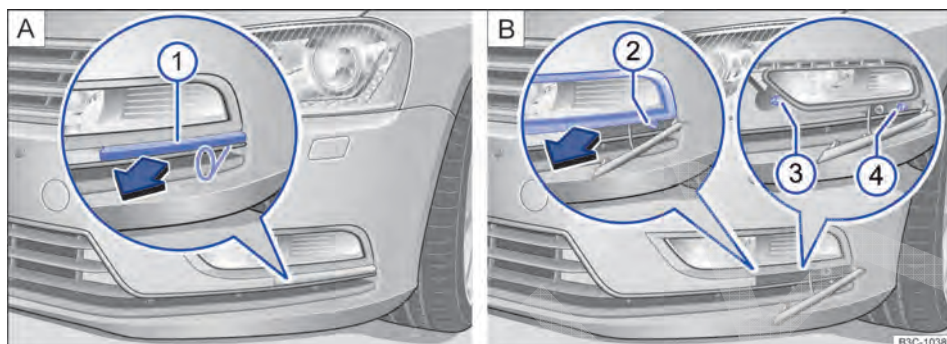

Fig. 251 No para-choque dianteiro à esquerda: lanterna para luz de neblina, farol de rodagem diurna e farol de conversão.
2. +Com o gancho extrator das ferramentas de bordo, puxar ⇒ Página 393 a capa de cobertura ⇒ Fig. 251 A ① para frente, no sentido da seta.
3. Com a chave de fenda das ferramentas de bordo ⇒ Página 393, desaparafusar o parafuso de fixação ⇒ Fig. 251 B ②.
4. Puxar a cobertura ⇒ Fig. 251 para frente no sentido da seta.
5. Desaparafusar os parafusos de fixação ⇒ Fig. 251 B ③ e ④ com a chave de fenda.
14. Aparafusar os parafusos de fixação ⇒ Fig. 251 B ③ e ④.
15. Instalar a cobertura no para-choque e parafusar o parafuso de fixação ⇒ Fig. 251 B ②.
16. Instalar a capa de cobertura ⇒ Fig. 251 A ① no para-choque.